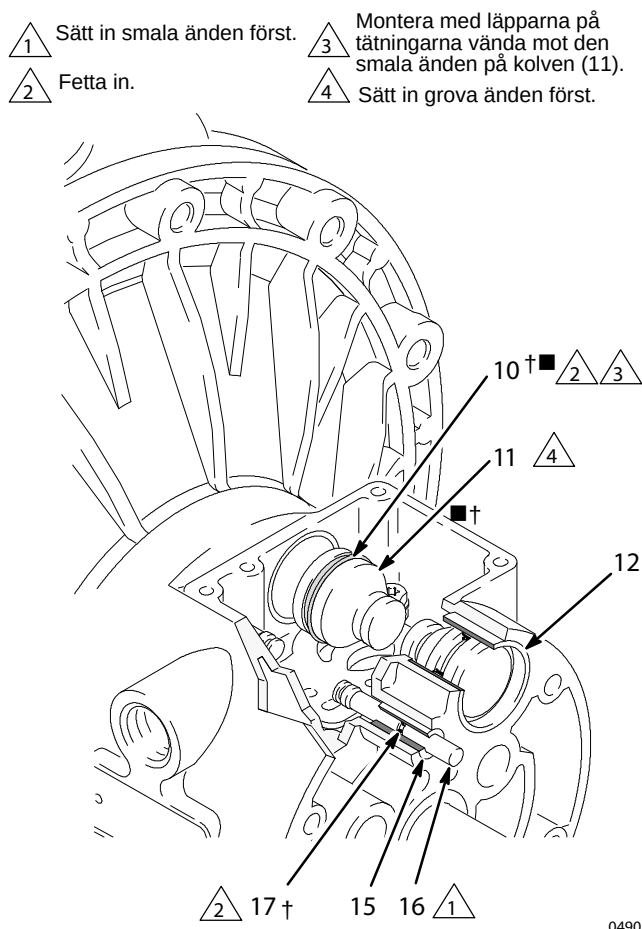

Fig. 9
4. Dra ur de två manöverkolvarna (11) ur lagren (12). Ta bort packboxarna (10) från kolvarna. Dra ur de två styrstiften (16) ur lagren (15). Ta bort o-ringarna (17) från styrstiften. Se **Fig. 9**.
6. Inspektera lagren (12, 15) där de sitter. Se **Fig. 9**. Lagren är koniska och måste tas bort från utsidan om de är skadade. Detta kräver att vätskeammaren tas isär. Se sidan 25.
4. Sätt på en o-ring (17†■) på vart och ett av styrostiften (16). Fetta in stiften och o-ringarna. Sätt i stiften i lagren (15) **smala** änden först. Se Fig. 9.
5. Montera en packbox (10†■) på var och en av manöverkolvarna (11) med läpparna vända mot den **smala** änden på kolvarna. Se Fig. 9.
6. Smörj in packboxarna (10†■) och manöverkolvarna (11). Sätt i manöverkolvarna i lagren (12) **breda** änden först. Låt den smala änden på kolvarna ligga öppet. Se Fig. 9.